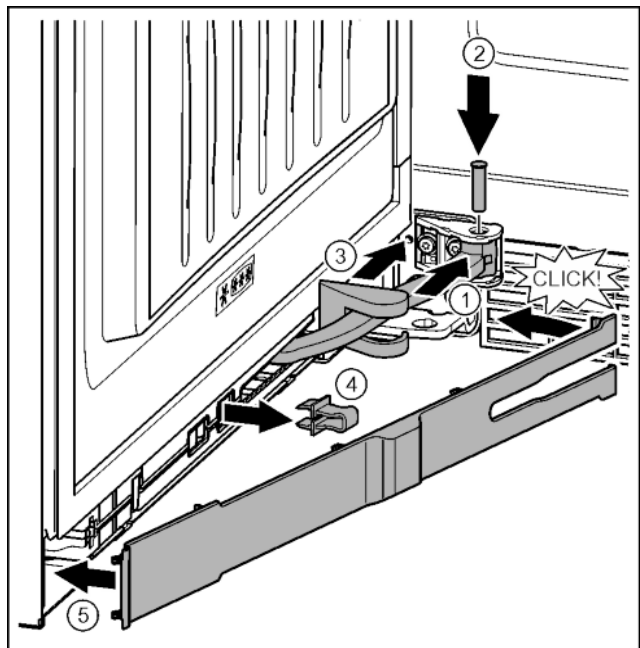

Fig. 43
- ▶ Tourner l'articulation dans la fixation. *Fig. 43 (1)*
- ▶ Introduire le boulon dans la fixation avec un tournevis T15 et mettre en place l'articulation. Veiller à ce que l'ergot d'encliquetage repose correctement dans la rainure. *Fig. 43 (2)*
- ▶ Pousser le cache du palier de support le long de l'articulation et le monter au-dessus de la fixation. *Fig. 43 (3)*
- ▶ Enlever l'arrêtoir. *Fig. 43 (4)*
- ▶ Mettre le cache du côté de la poignée et l'incliner vers l'intérieur. *Fig. 43 (5)*